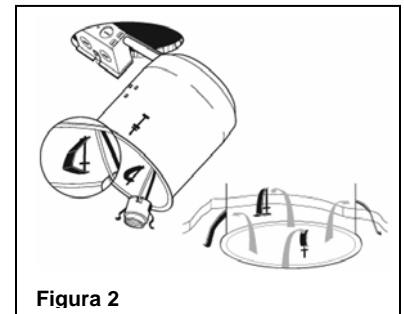

Figura 2
6. Sujete la Luminaria contra el techo y empuje los clips sujetadores a través de las ranuras de la cubierta. Asegure los clips empujando la parte plana del clip contra el contenedor (vea figura 2)